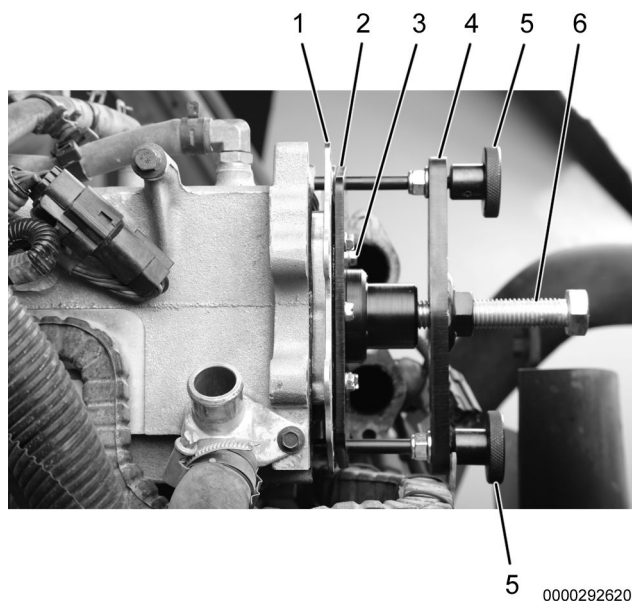

Figura 5. Tornillos autorroscantes del extractor del núcleo de EGR LT.
6. Afloje el tornillo de desmontaje del núcleo de EGR LT (Figura 5, elemento 6).
7. Retire seis tornillos autorroscantes (Figura 5, elemento 3) de la placa de desmontaje (Figura 5, elemento 2).
8. Afloje dos tornillos giratorios (Figura 5, elemento 5) y retire el extractor del núcleo de EGR LT (Figura 5, elemento 4) del núcleo del enfriador de EGR LT (Figura 5, elemento 1).
9. Limpie el compuesto antiagarrotamiento de las roscas de los dos tornillos giratorios (Figura 5, elemento 5).